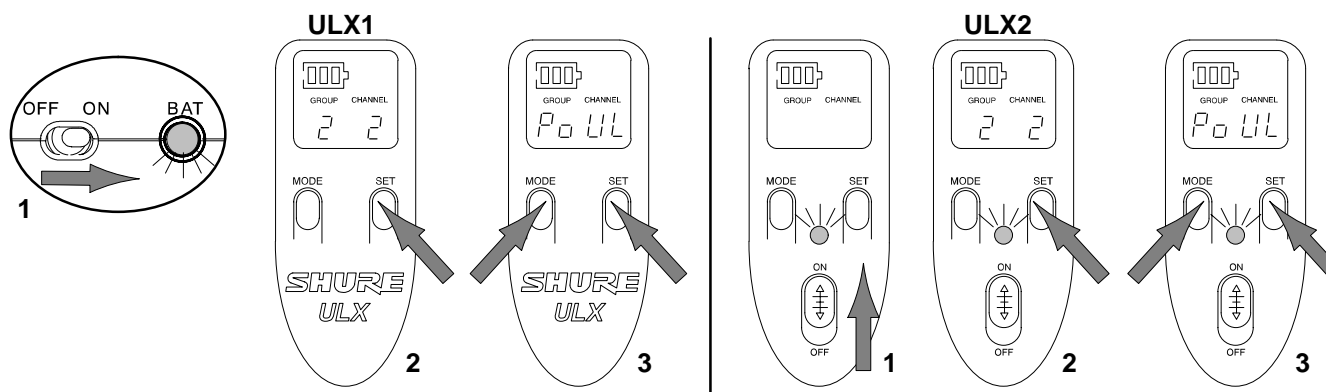

FIGURE 36
2. Tout en maintenant le bouton «SET» enfoncé, appuyer sans relâcher sur le bouton «MODE» jusqu'à ce que «Po UL» apparaisse à l'écran. Voir figure 36. Cet affichage indique que l'interrupteur «ON/OFF» est déverrouillé. Le transmetteur revient alors au mode de fonctionnement normal.